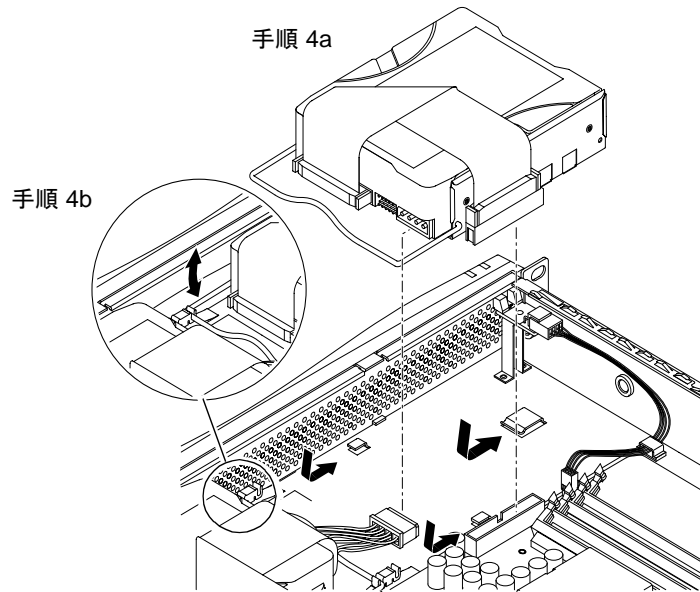

図 8-9 ハードディスクドライブの取り付け
4. 新しいハードディスクドライブを挿入して、位置を合わせます (図 8-9 を参照)。